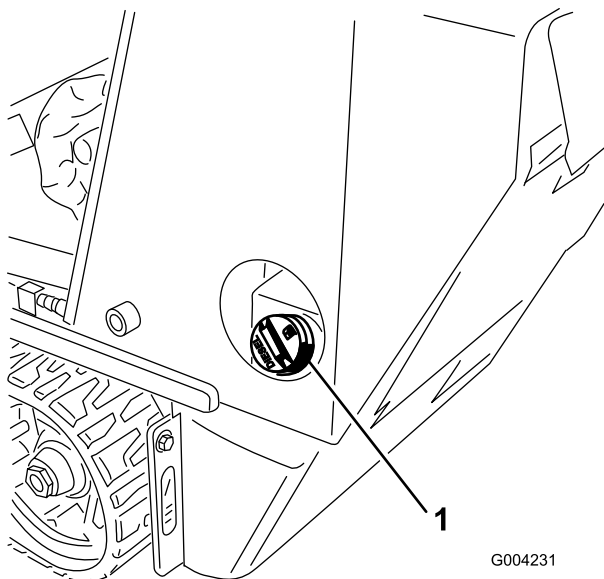

Figure 16
1. Retirez le bouchon du réservoir de carburant (Figure 16).